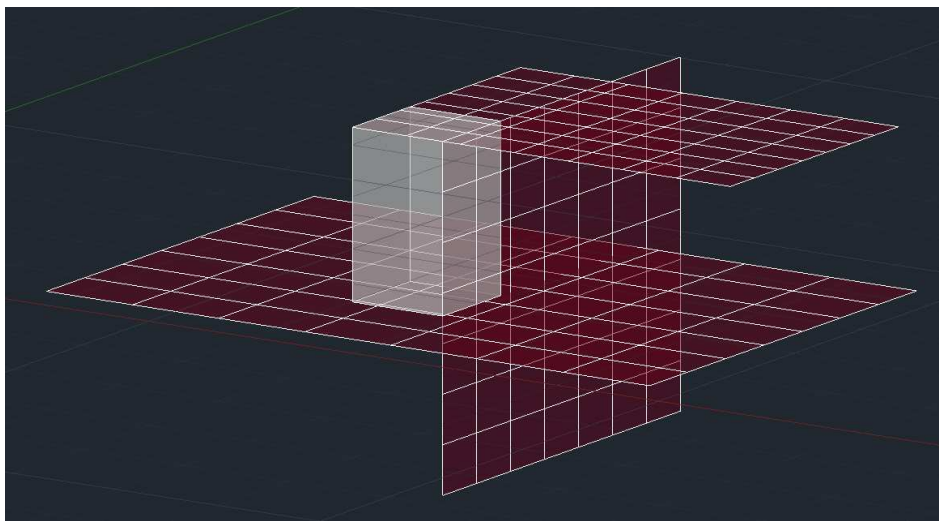

Figura 5. Planos creados mediante la imposición de los puntos de una diagonal.
| Figura 5. Planos creados mediante la imposición de los puntos de una diagonal..... | 6 |
- Cuando pinchamos en la opción lo que viene por defecto es realizar el plano designando los puntos opuestos de una diagonal de dicho rectángulo. Esto puede realizarse en cualquier plano de trabajo en el que situemos nuestro cursor con el SCP dinámico activado (figura 5).